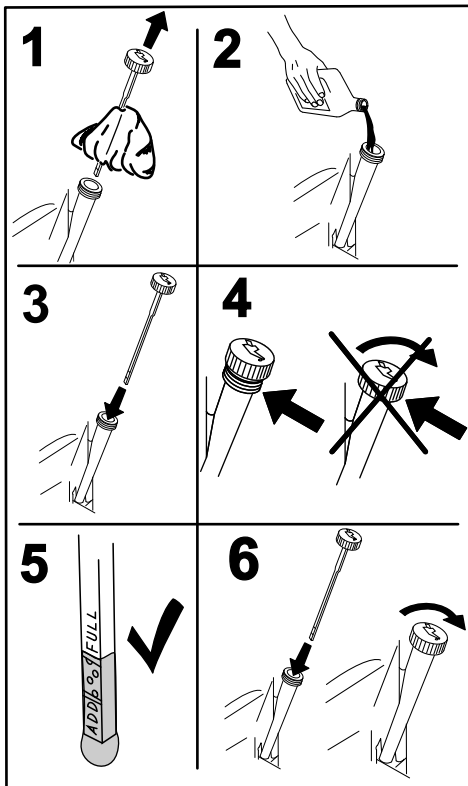

Bild 40
- 4. Nehmen Sie den Peilstab heraus und wischen Sie ihn mit einem sauberen Lappen ab (Bild 40).